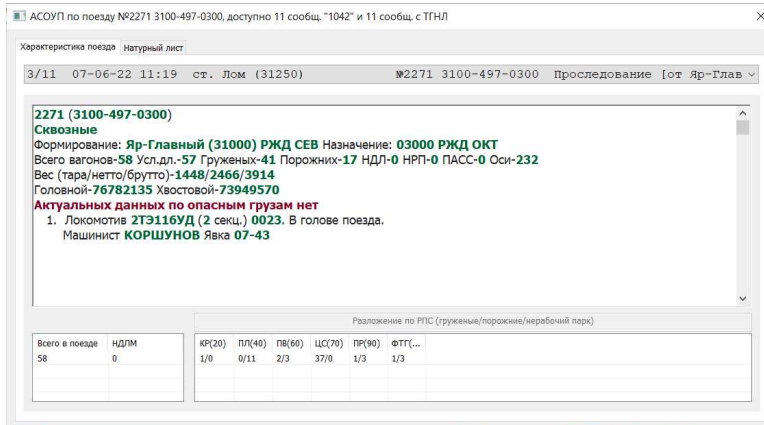

Рис.118. Сообщение АСОУП. Характеристика поезда
3. Появится окно информации о поезде (см. рис. 118, 119).